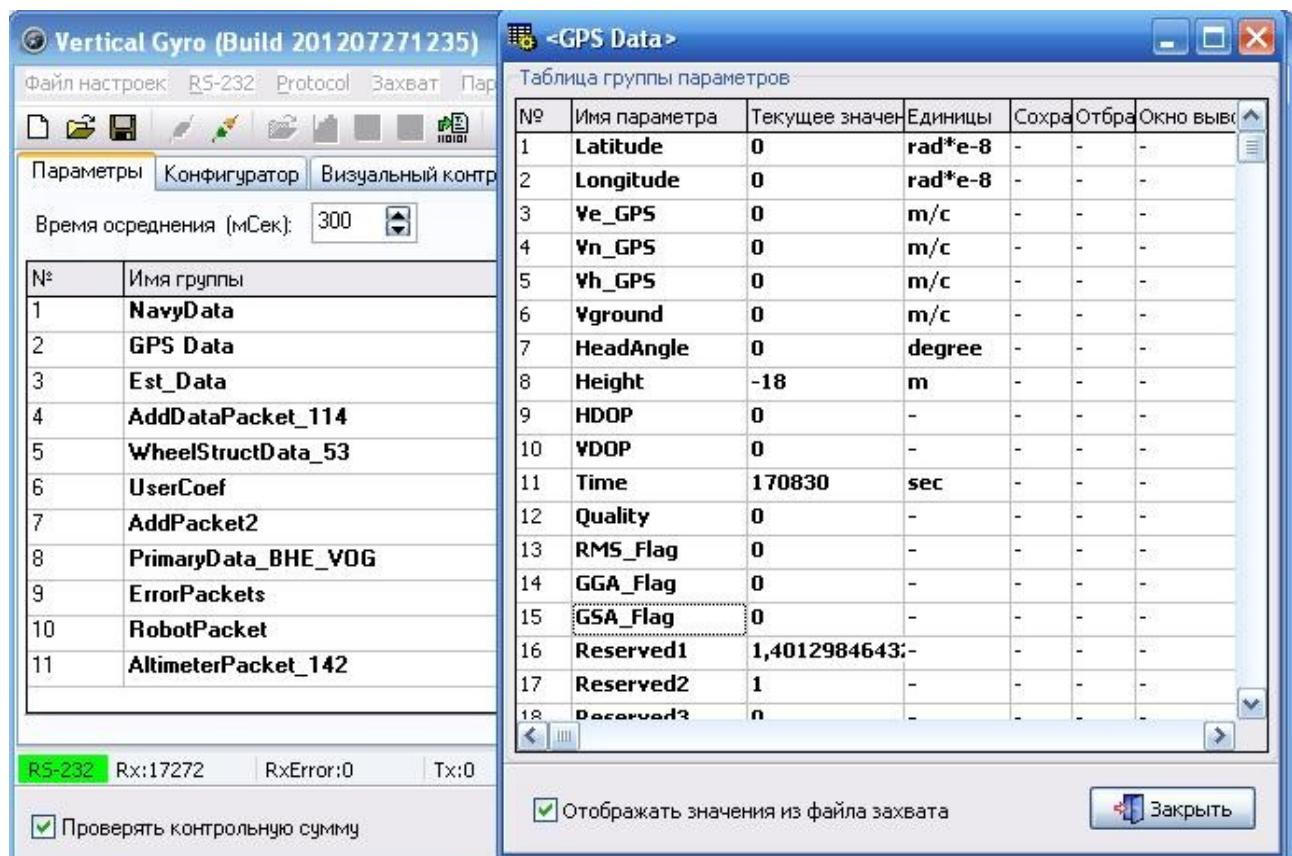

Рисунок 7
- во вкладке параметры выбрать группу «GPS Data», в появившемся окне «GPS Data» контролировать параметр «Time». СНС подключен если параметр «Time» изменяется посекундно, (рис. 7).